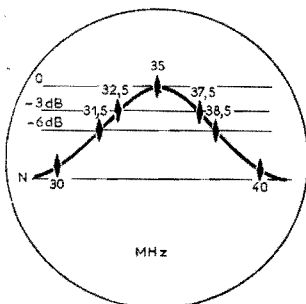

Fig. 35. — Courbe de réponse du circuit L_1C_{p1} simple (réjecteur hors circuit).
e) On règle le générateur de fréquence centrale sur 35 MHz et on ajuste L_2 de telle manière qu'on observe sur l'écran du wobuloscope la courbe représentée figure 35.